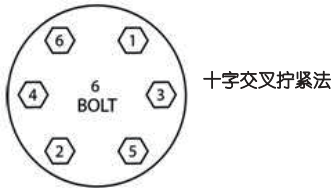

图 4：螺栓拧紧示例
8. 清洁连接表面，更换垫片3，用十字交叉拧紧法将阀体1和阀盖2固定在一起。请参见表 4 和图 4。